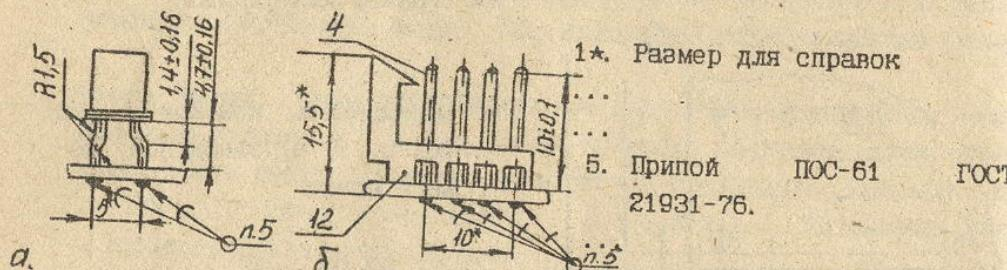

Рис. 4.4. Пример установки на печатную плату:
- о габаритных, установочных, формовочных размерах ЭРЭ, устанавливаемых на печатную плату не по ОСТ4 ГО.010.030-81 (см. рис. 4.4, а; рис. 4.4, б);
6. Припой ГОСТ (см. рис. 4.4, рис. 4.5).